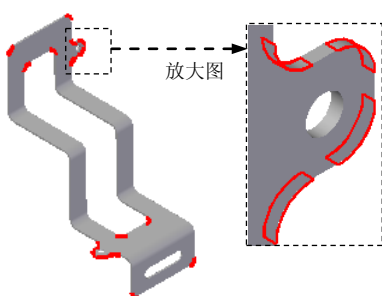
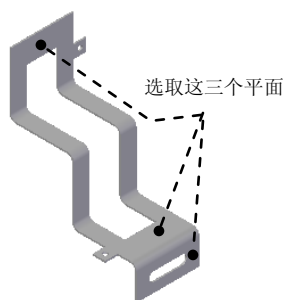

图 5.8.61 倒角特征 1
图 5.8.62 定义倒角对象
(4) 单击 **完成** 按钮，完成特征的创建。
Step9. 创建图 5.8.61 所示的倒角特征 1。
(1) 选择命令。单击“主页”功能选项卡“钣金”工具栏中的 **倒角** 按钮。
(2) 定义倒角的对象。在命令条 **选择:** 下拉列表中选择 **面** 选项；选取图 5.8.62 所示的模型表面为倒角对象。